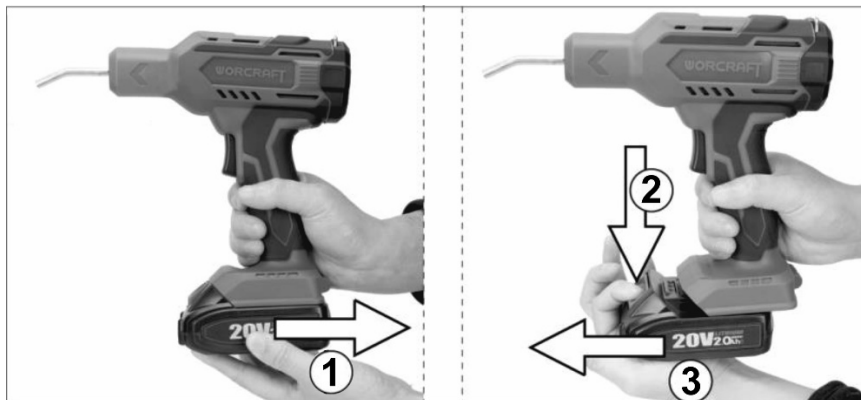

Рисунок 3
3.3 Під'єднайте акумуляторну батарею (6, рисунок 1) до відповідного місця у нижній частині рукоятки (5, рисунок 1), як це продемонстровано на рисунку 3 (дія 1). При правильному встановленні батареї, буде чути характерне «кляцання». Для від'єднання акумуляторної батареї слід натиснути кнопку її блокування (дія 2, рисунок 3) та витягти саму батарею з напрямних без докладання зайвих зусиль (дія 3, рисунок 3).